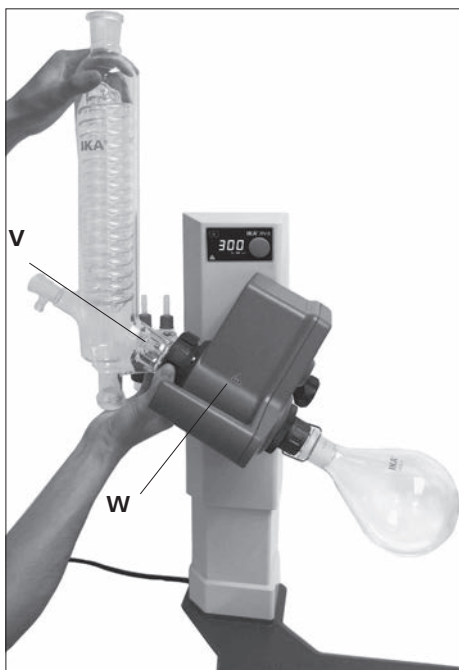

Fig.17
- Positionieren Sie den Kühler am Rotationsantrieb (**W**) und ziehen Sie die Überwurfmutter handfest an. (Fig. 17)